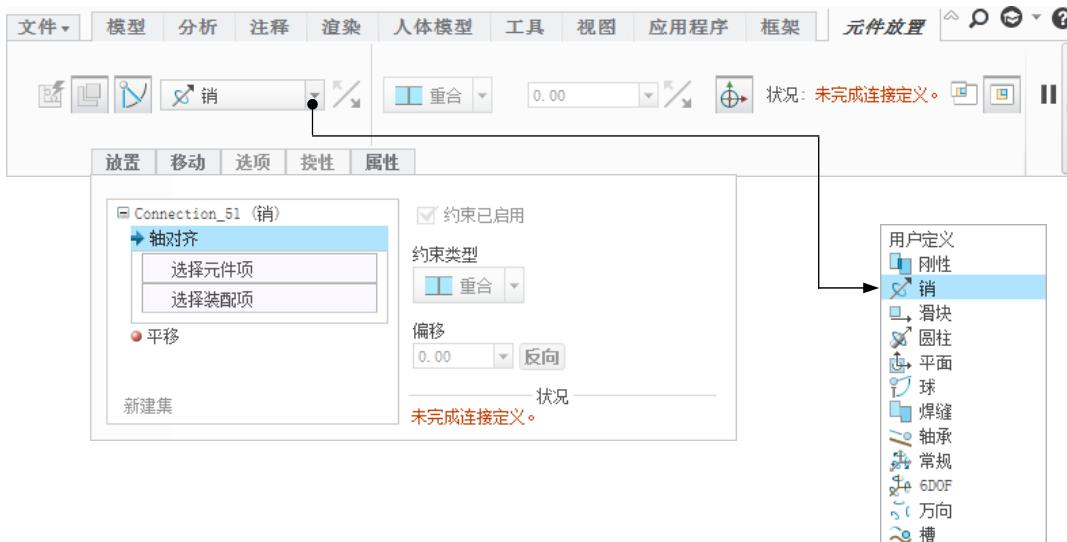

图 2.3.14 “元件放置”操控板
(1) 在“元件放置”操控板的机械连接约束列表中选择 销 选项，如图 2.3.14 所示。